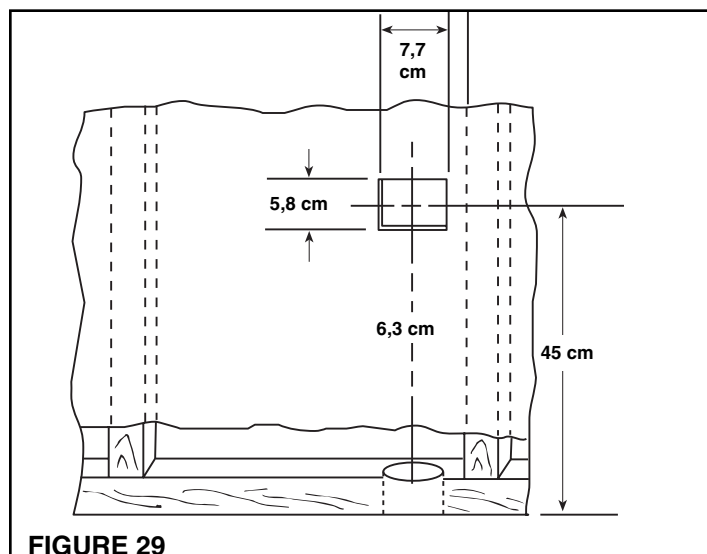

FIGURE 29
1. Voyez la figure 29. Un petit trou "de guidage" ou "de repérage" peut être percé derrière le bord inférieur de la plinthe pour déterminer l'emplacement du trou de la tuyauterie de diamètre dans la plaque d'assise.
5. S'il n'y a aucune obstruction, découpez une ouverture pour la prise dans le mur à approximativement 45 cm du sol. Assurez-vous que l'ouverture du mur et le trou de la tuyauterie de 6,35 cm de diamètre sont alignés (Figure 29).